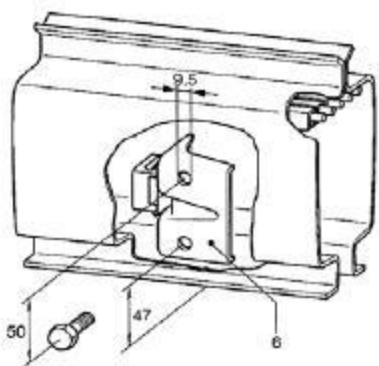

图 10
- 如果 JKBK II -R 内置滑触线轨道内需要安装一个内置缓冲器，则它必须安装在轨道侧面。在轨道侧面的垂直方向钻两个直径为 9.5mm，孔间距 50mm 的孔，缓冲器必须与轨道踏面接触以确保距滑触线有足够的空间。（见图 10）